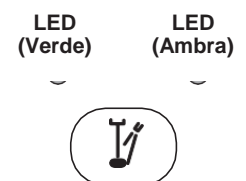

Fig.3-11 Pulsante ON/OFF acqua di raffreddamento
⑧ Pulsante ON/OFF raffreddamento (Fig.3-11)